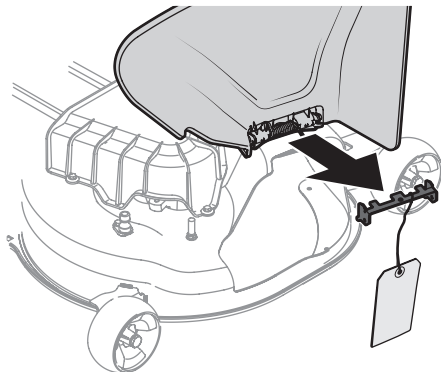

Figura 2-15
7. Sosteniendo el canal deflector totalmente hacia arriba, extraiga la traba de seguridad. Baje el canal deflector y descarte la traba de seguridad. Consulte la Figura 2-15.